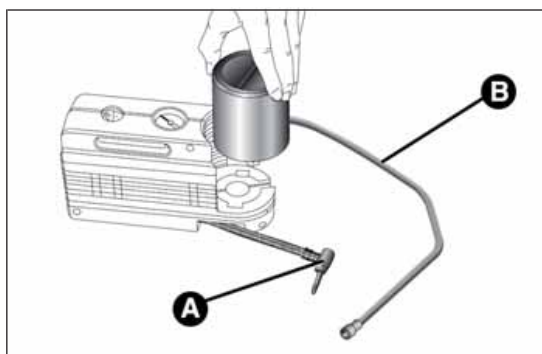

Abb. 170
- Die Kupplung A Abb. 170 lösen;